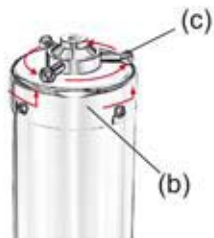
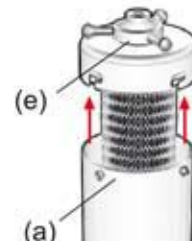

Abb. 2
Abb. 3
- 2.) Lösen Sie die Flügelmutter (c). Öffnen Sie den Bajonettverschluss durch leichtes Drehen des Gehäusedeckels (b) entgegen dem Uhrzeigersinn (Abb. 2). Nehmen Sie anschließend den Deckel mit der daran festgesteckten Filterpatrone (e) nach oben vom Gehäuse (a) ab. (Abb. 3)
Lösen Sie die Flügelmutter (c) und öffnen Sie den Bajonettverschluß durch leichtes Drehen des Gehäusedeckels e (b) entgegen dem Uhrzeigersinn (Abb. 2).
Nehmen Sie anschließend den Deckel mit der daran festgesteckten Filterpatrone (e) nach oben vom Gehäuse ab (Abb. 3) und entfernen Sie die gebrauchte Patrone (vom Gehäusedeckel abziehen). Sie kann im Hausmüll entsorgt werden, da die zur Herstellung verwendete Aktivkohle aus einem natürlich nachwachsenden Rohstoff (Kokosnußschalen) gewonnen wird.